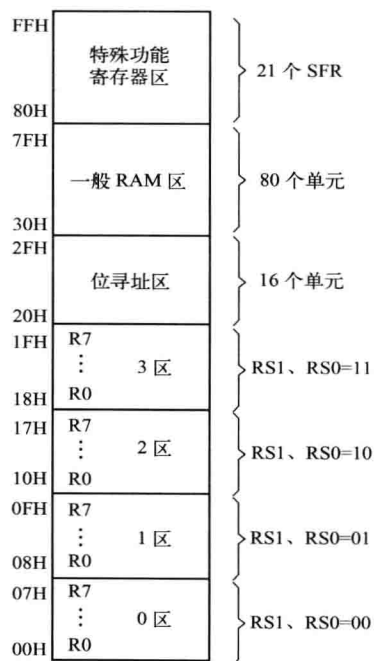

图 1-4 51 单片机片内 RAM 区功能分布
2) 片内 RAM 存储器 51 单片机片内 RAM 区功能分布如图 1-4 所示。